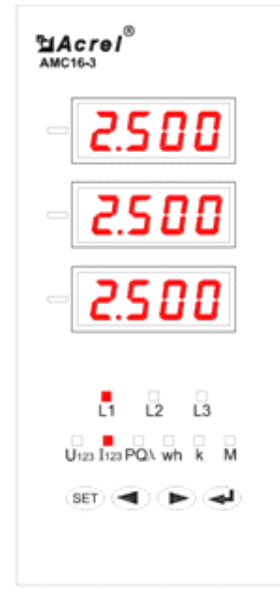

图 13
- 2) 图 13 显示的电参量从上到下依次为第 1 路三相负载的 A、B、C 三相电流值。